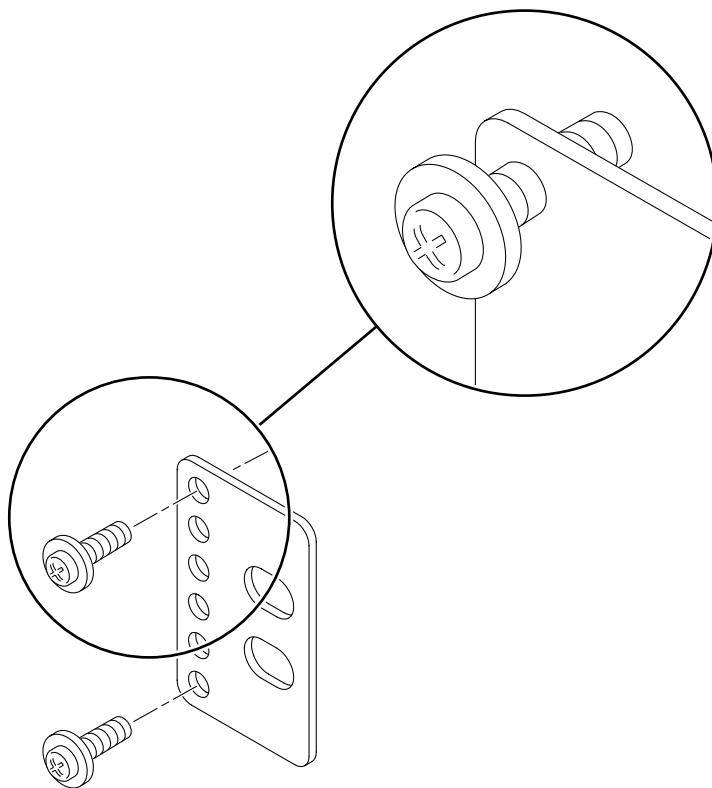

FIGURE 3-33 Placement des vis sur la plaque arrière correspondant à la position la moins profonde de l'armoire
- a. À l'aide de deux vis SEM M3 × 8 (une pour chaque plaque arrière), placez la vis dans l'une des trois positions de la plaque arrière, sans trop serrer (FIGURE 3-33).
La position dépend de l'épaisseur du rail de l'armoire. Par exemple, la FIGURE 3-33 montre la position des vis sur la plaque arrière correspondant à la position la moins profonde de l'armoire.